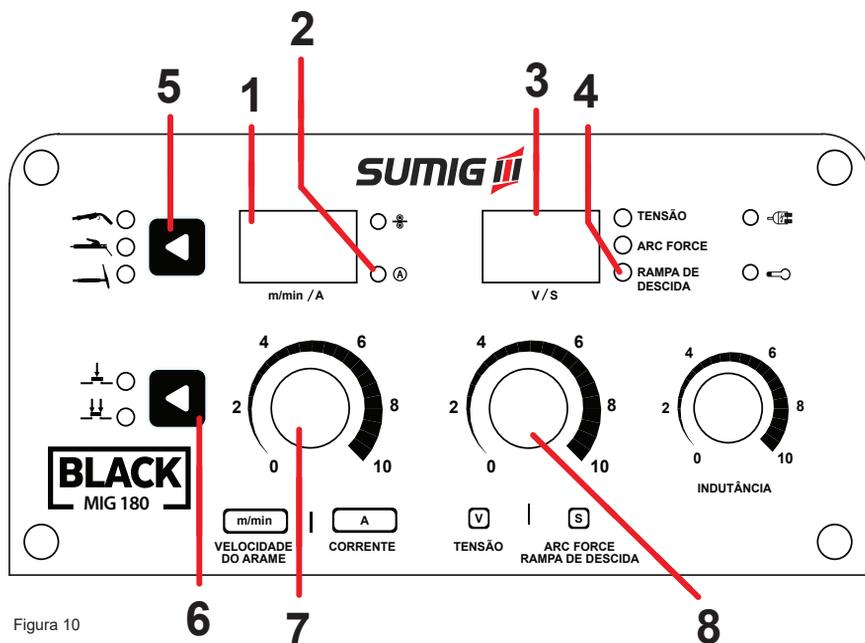

Figura 10
A figura 10 demonstra os recursos utilizados no modo TIG LIFT.
2. Pressione a chave de seleção processos (**posição 5, figura 10**) e selecione TIG.
3. Ajuste a corrente de soldagem através do Botão de parâmetros E (**posição 7, figura 10**).
4. Selecione o tempo Rampa de descida pelo botão de parâmetros D (**posição 8, figura 10**).